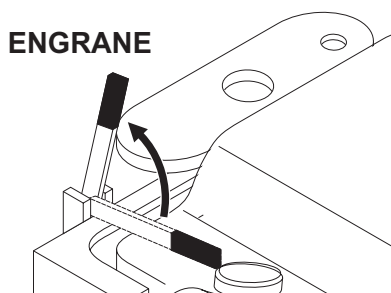

Figura 39. Palanca de transmisión engrane/desengrane (posición de engrane)
2. Levante la **palanca de engrane/desengrane**, localizada en la consola (Figura 39). Deje la palanca abajo para desengancher la transmisión y permitir el empuje manual durante el corte o mover la maquina alrededor del área de trabajo.